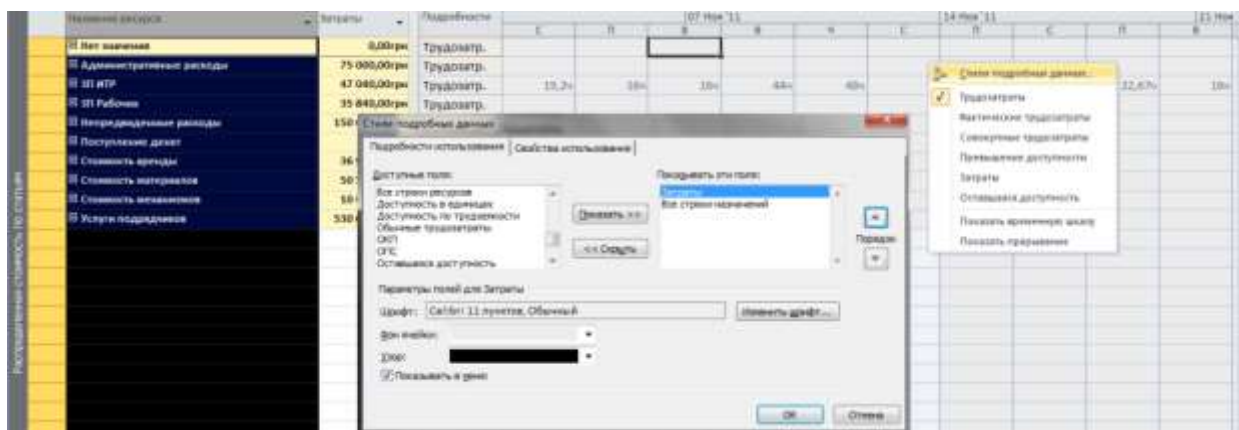

Рис. 10.6 - Настройка повременного представления
8. Перенести из раздела «Доступные поля» в раздел «Показывать эти поля» поле «Затраты», Рис. 10.6, и нажать «ОК»;